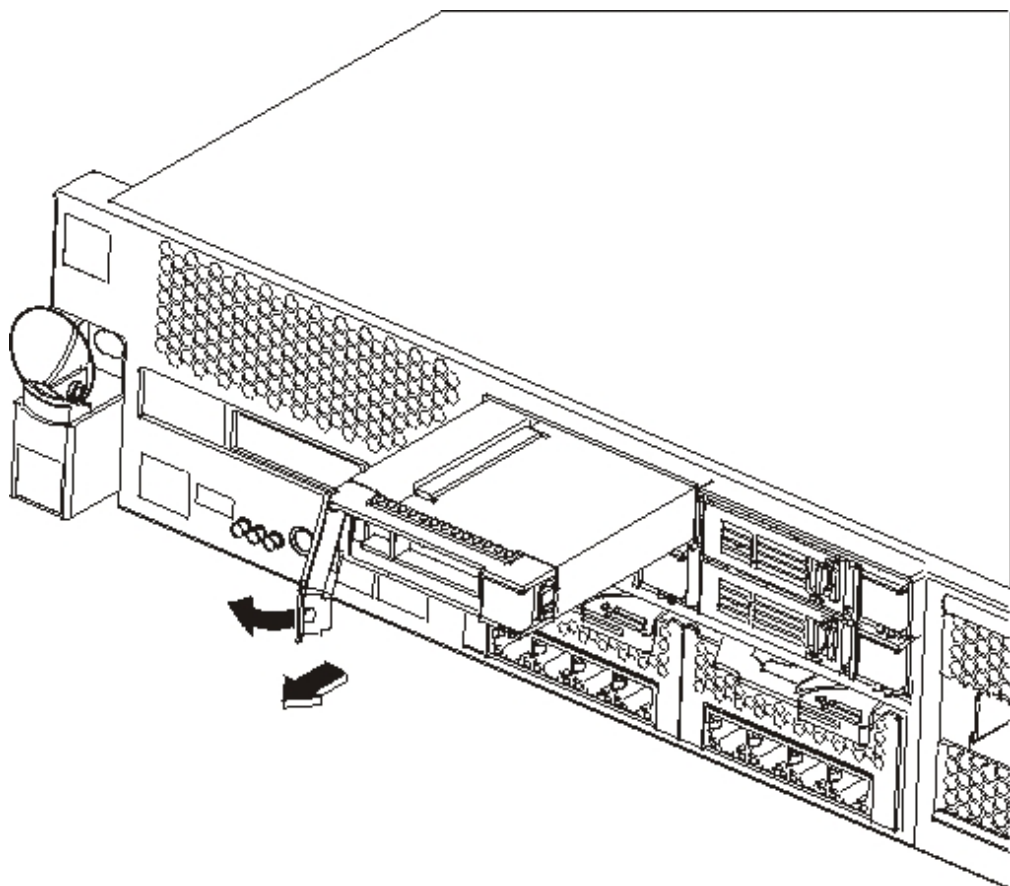

図 17. ハード・ディスク・モジュールの取り外し (Type 7199)
2. 青いボタンを押すと、レバーが開きます。図 17 に、以下のステップの図を示します。